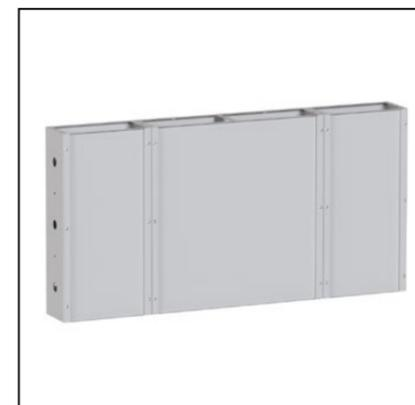

Рис. 54
2.1 Извлечь нижний модуль СБ (2) из упаковки (Рис. 54).